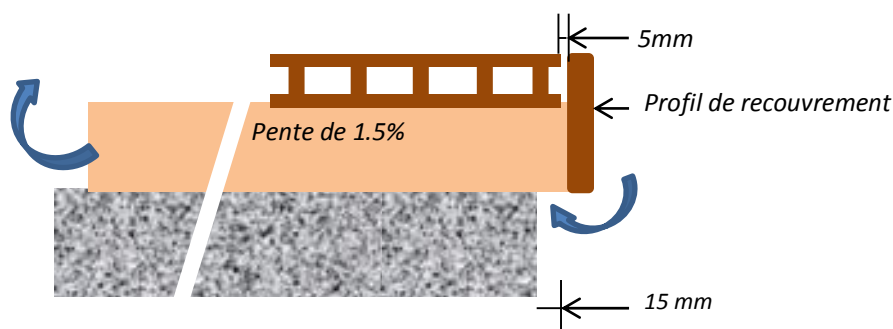

Figure 3 Ventilation sous la terrasse.
1. Voir Figure 3 afin de respecter les jeux de dilatation.